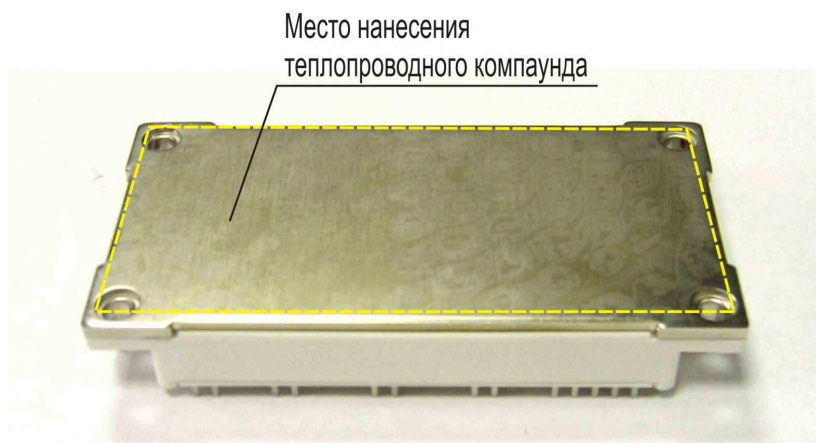

Рис. 7.9 – Матрица IGBT
7.5.1. Взять матрицу IGBT (рис. 7.9).
7.5.3. Нанести шпателем на основание матрицы тонкий слой теплопроводного компаунда (рис. 7.9). Снять излишки компаунда с кромок основания матрицы.